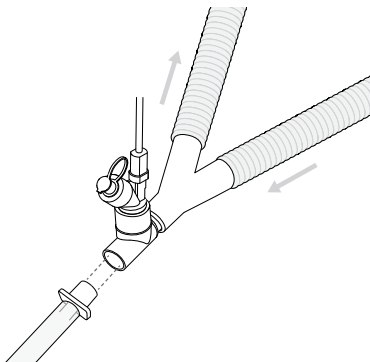

Figure 8. Système Aerogen Solo placé entre le raccord en Y et la sonde endotrachéale
3. Le système Aerogen Solo peut être placé entre le raccord en Y et la sonde endotrachéale comme illustré à la figure 8. Le système Aerogen Solo peut être utilisé avec un échangeur de chaleur et d'humidité (ECH) pouvant contenir un filtre.